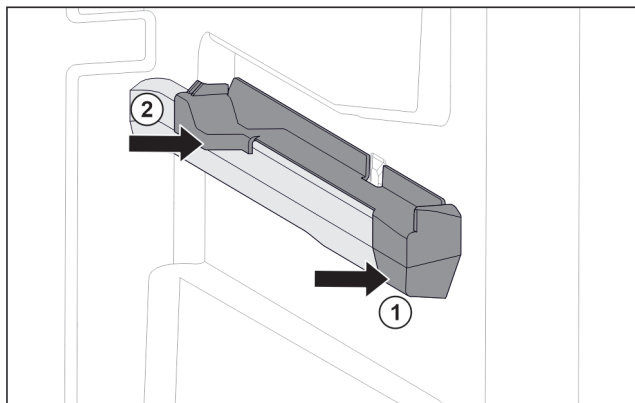

Fig. 79 Tillsats på den högra behållarens galler
- ▶ Sätt på tillsats i fram på behållarens galler. Fig. 79 (1)
- ▶ Tryck fast tillsats i bak. Fig. 79 (2)